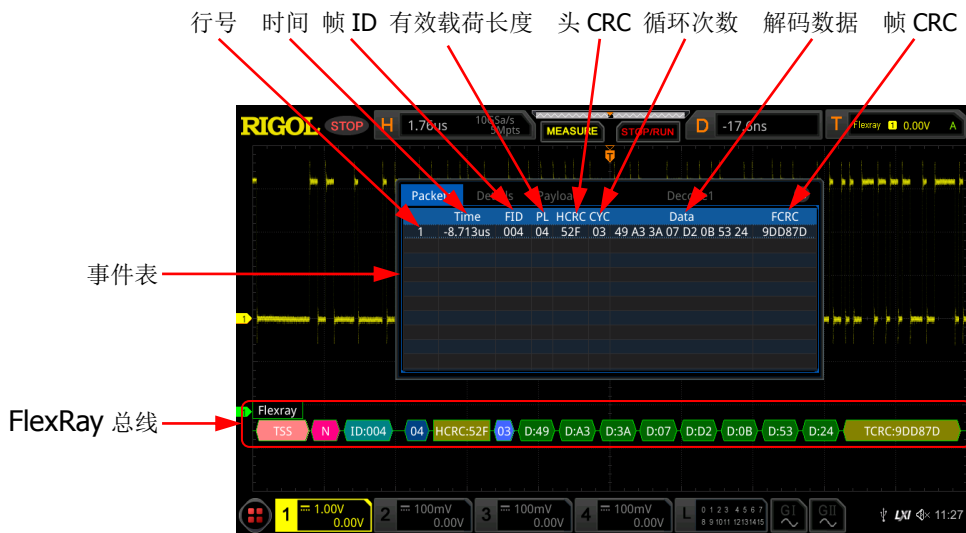

图 12-13 FlexRay 解码事件表
- 打开或关闭事件表：连续按 **事件表** 键，打开或关闭事件表显示。打开事件表，屏幕弹出如图 12-13 所示的事件表。您也可以使用触摸屏功能触摸事件表右上方的图标  关闭事件表功能。